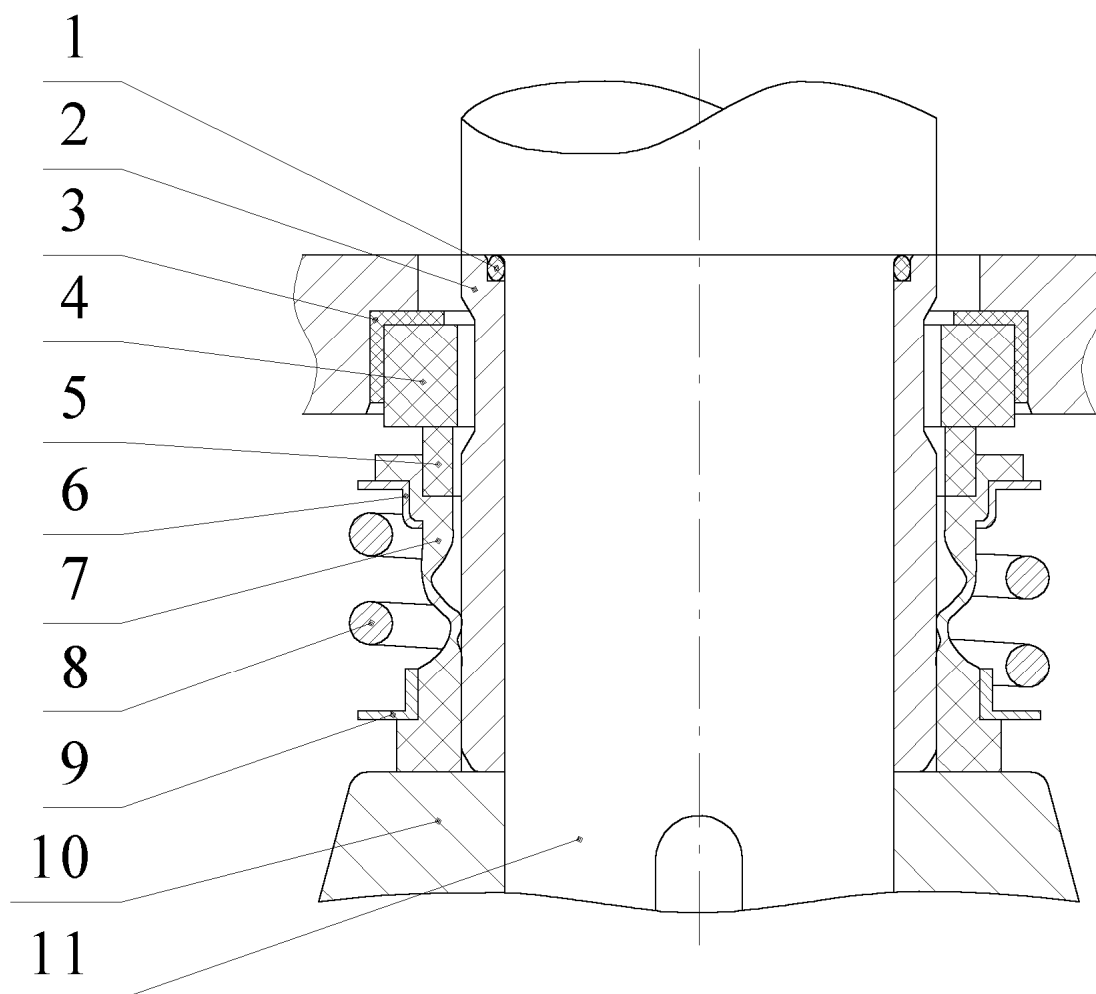

Рис. 2. Торцовое уплотнение.
Конструкция СТУ представлена на рис. 2. СТУ является самостоятельным отдельно поставляемым узлом.
7. Снять с вала вращающуюся часть СТУ (рис.2).
8. Снять резиновое уплотнительное кольцо поз. 1 (рис. 2).